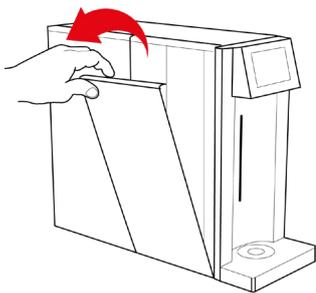

Fig. 1-13
38.2 – Aprire il pannello laterale tirando verso l'esterno fino a completa estrazione, vedi Fig. 1-13.